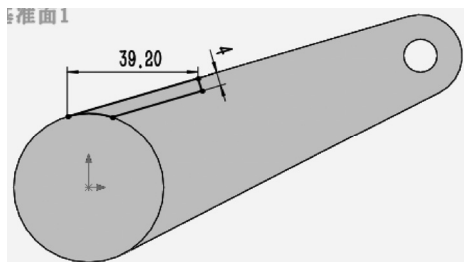

图 10-11 绘制草图
**04** 绘制草图 3。在视图中用鼠标选择图 10-9 所示的面 1 作为绘制图形的基准面。单击“草图”控制面板中的“转换实体引用”按钮、“直线”按钮和“剪裁实体”按钮，绘制图 10-11 所示的草图并标注。